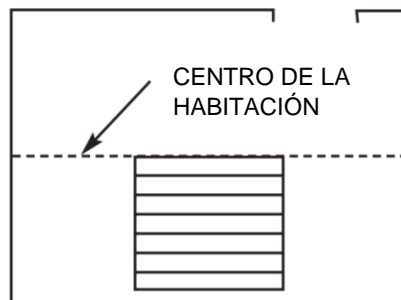

Fig. 1. Distribuya provisoriamente para determinar el ancho de la tabla de los bordes.
- Determine en qué dirección se colocarán las tablas. Encuentre el centro de cada una de las paredes finales (las paredes perpendiculares al largo de las tablas) y haga una marca con un lápiz en el piso. Conecte estos puntos con una línea de tiza hacia el centro de la habitación (Fig. 1). Distribuya las tablas provisoriamente desde la línea central hasta la pared en sentido paralelo a la orientación a lo largo de las tablas para determinar el ancho de la última hilera de tablas.